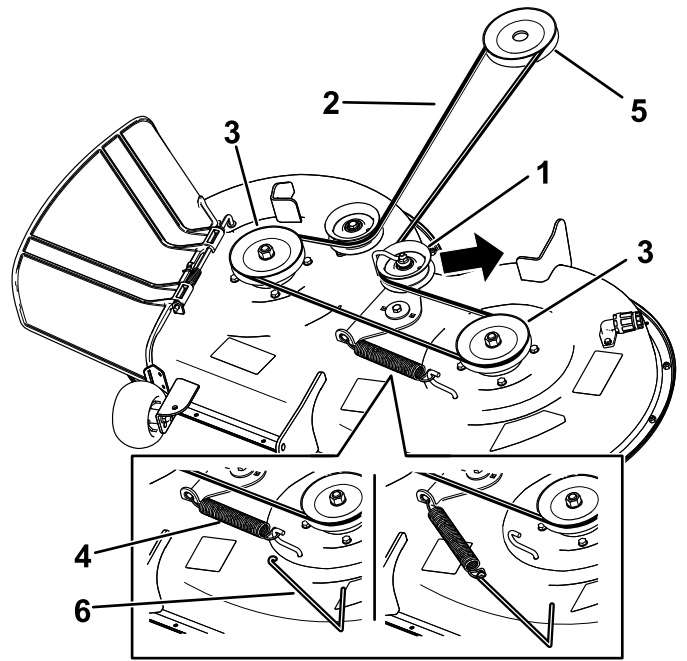

Figura 51
- Usando una herramienta para la retirada de muelles (Pieza Toro N° 92-5771), retire el muelle tensor del gancho de la carcasa para eliminar la tensión de la polea tensora, y retire la correa de las poleas (Figura 51).
- Pase la correa nueva alrededor de las poleas del motor y del cortacésped (Figura 51).
- Usando una herramienta para la retirada de muelles (Pieza Toro N° 92-5771), instale el muelle tensor sobre el gancho de la carcasa y tense la polea tensora y la correa (Figura 51).